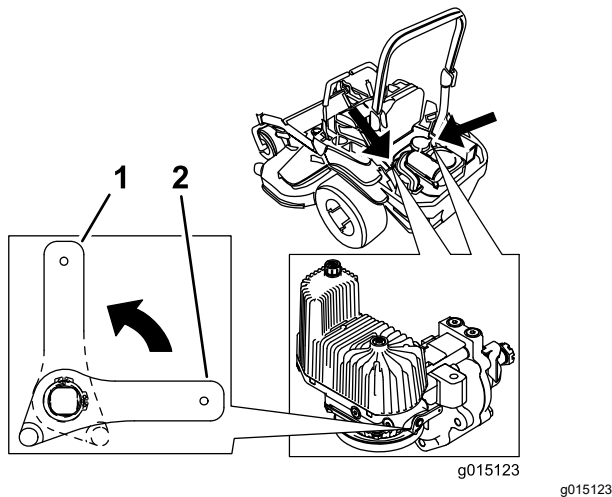

Figura 35
3. Gire las palancas de las válvulas de liberación a la posición vertical para empujar la máquina (Figura 35).
5. Gire las palancas de las válvulas de desvío a la posición horizontal para conducir la máquina (Figura 35).